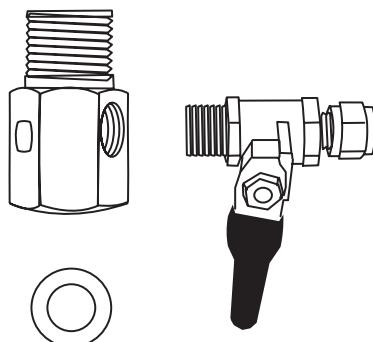

Рис. 9
2.1. Соберите клапан подачи воды путем соединения шарового клапана с переходником-адаптером, как показано на рис. 9.